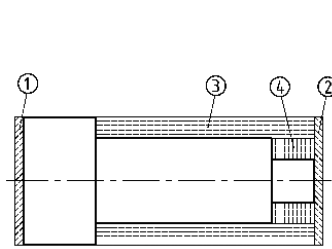

Abb. 1
- a) Bei dem Stößel soll entsprechend Abb. 1 der Arbeitsschritt 3 mit zwei Schruppschnitten und einem Schnitt Schlichten ausgeführt werden. Bestimmen Sie für die folgenden Zerspanungsgrößen die Richtwerte für ein HS-Werkzeug. Die Drehmaschine hat feste Umdrehungsfrequenzstufen entsprechend der Umdrehungsfrequenzstufung (Diagramm).